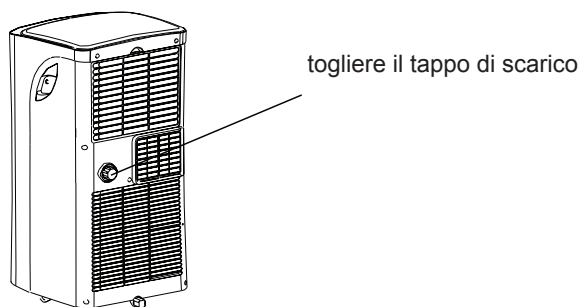

Fig.21
-Durante la modalità di deumidificazione, rimuovere il tappo dello scarico dalla parte posteriore dell'unità, installare il connettore di drenaggio (attacco femmina universale da 5/8) con un tubo $\frac{3}{4}$ " (acquistato in loco). Per i modelli senza connettore di drenaggio basta collegare il tubo del drenaggio al foro. Inserire l'estremità aperta del tubo direttamente sopra l'area di drenaggio desiderata. Si prega di fare riferimento alla Fig.21 e 22.